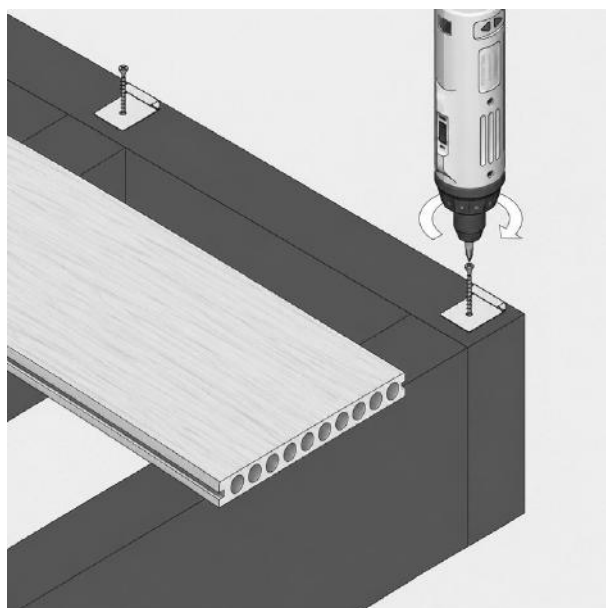
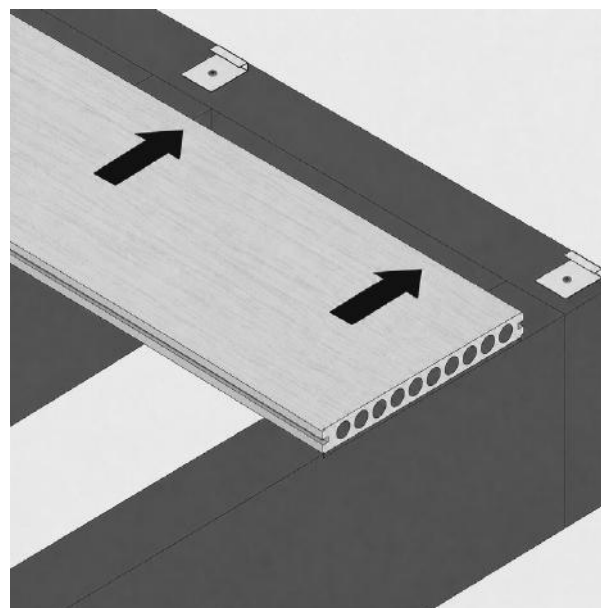

FIG. 2 – EERSTE PLANK BEVESTIGD MET PURAFIX™ VERDEKTE STARTCLIPS
FIG. 3 – VERDEKTE CLIP GEPLAATST IN DE GEGROEFDE RAND VAN DE PLANK
- 01 De eerste plank moet worden bevestigd met PuraFix™ verdeckte startclips die in de zijgroef van de plank klikken (fig. 2): lijn de startclips uit langs de eerste regel, om de 300 mm over de lengte van de regel; schroef elke clip stevig aan de regel; klik de eerste terrasplank eenvoudig op de startclips (fig. 3).
- 02 Om aangrenzende planken te bevestigen, plaatst u PuraFix™ verdeckte clips (3 mm of 6 mm) in de gegroefde rand van de vastgezette plank en steekt u de borgschroef in de verdeckte clips (fig. 3): schroefgaten moeten worden uitgelijnd met de hart-op-hart afstanden van de regels; zorg ervoor dat het verzonken deel van de verdeckte borgclip naar boven wijst; installeer 1 verdeckte clip op elke regel; gebruik altijd verdeckte clips bij plankuiteinden; gebruik 1 clip per plankuiteinde bij stuiknaden (deel nooit één clip over 2 plankuiteinden).